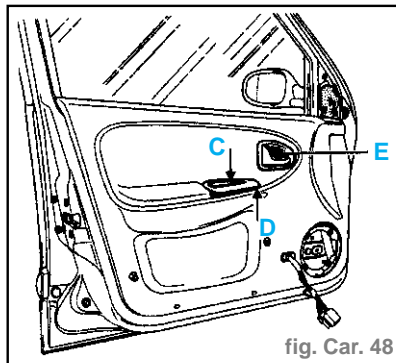

fig. Car. 48
- Déposer (fig. Car. 48) :
- le cache vis (C) (coller sur celui-ci un cordon de mastic préformé et tirer sur le cordon pour déposer le cache sans l'altérer),
- la poignée de fermeture (D) vis **étoile 20**,
- la poignée d'ouverture (E) vis **étoile 20**.